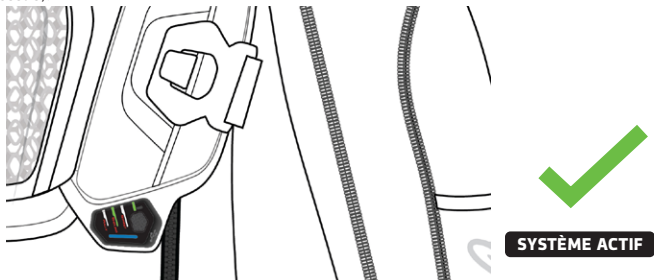

Figure 10 : Système actif et fonctionnant correctement ;
2) Après la phase de vérification des LED, le système s'active automatiquement et la LED d'état (4c) devient BLEU SOLIDE (Figure 10). Dans cet état, l'utilisateur peut également vérifier le mode de conduite sélectionné (en vérifiant la LED du mode de conduite [4d]) et le niveau de la batterie du système (en utilisant la LED de la batterie [4e]) (voir la figure 6 ci-dessus).